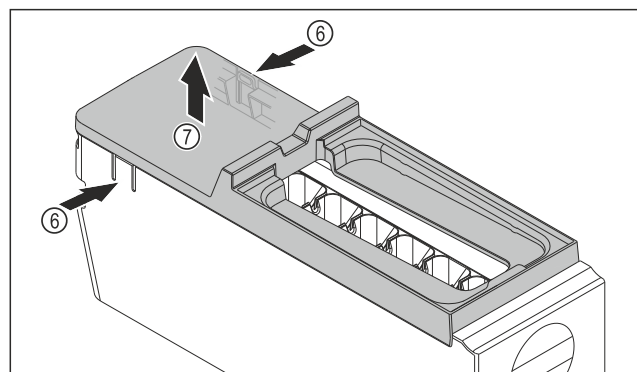

Fig. 75
- ▶ Изваждане на капака на корпуса на EasyTwist-Ice: Натиснете езичетата Fig. 75 (6) от двете страни на корпуса на EasyTwist-Ice с една ръка.
- ▶ С другата ръка извадете капака Fig. 75 (7) нагоре.